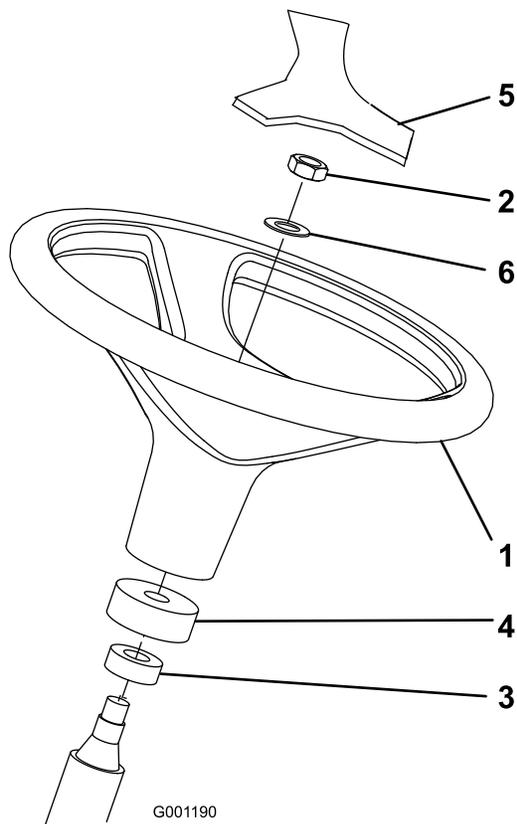

Bild 3
einen Schaumkragen und eine Staubabdeckung hat (Bild 3).
3. Ziehen Sie das Lenkrad und die Scheibe auf die Lenkwelle auf (Bild 3).
5. Befestigen Sie die Abdeckung am Lenkrad (Bild 3).